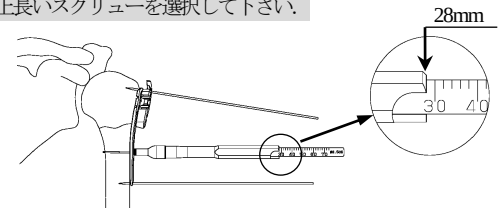

図6
- 3.5 コーティカル用デプスゲージの先端フックを対側皮質に引っ掛け、スケールを読み取ります。（図6）